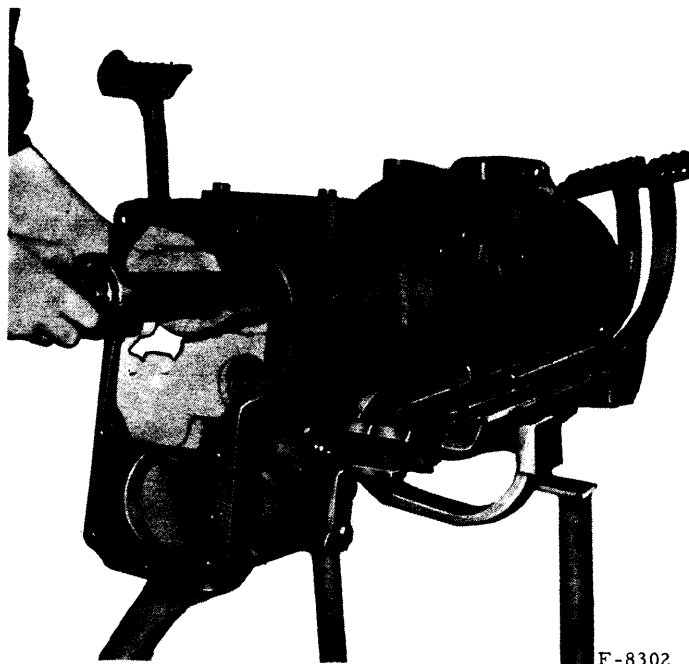

Fig. 18. — Dégagement de l'arbre creux.
- Retirez le circlip arrière du roulement de l'arbre creux. Poussez l'arbre creux vers l'arrière, tirez-le doucement en prenant soin de le maintenir droit (fig. 18).